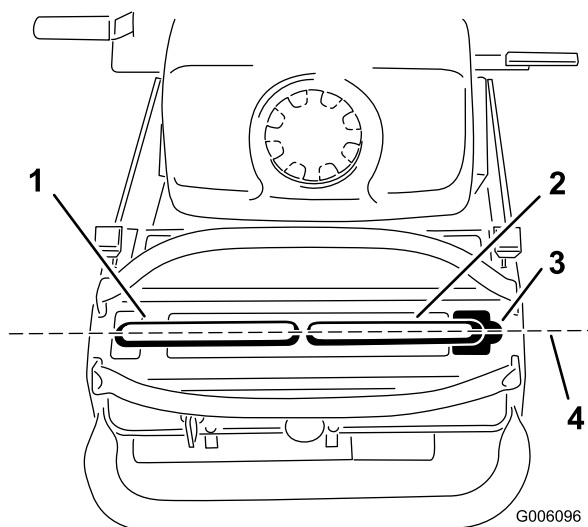

Figure 52
Important: Vérifiez que la correction directionnelle de la machine est correcte après avoir réglé les leviers de commande de déplacement. Après avoir réglé la correction directionnelle, il se peut que les leviers de commande de déplacement ne s'alignent pas exactement d'avant en arrière (Figure 52).
1. Une fois l'alignement horizontal effectué, vérifiez l'alignement avant/arrière (Figure 52).